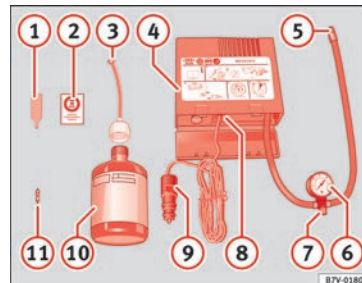

Fig. 48 Representación estándar: contenido del kit anti-pinchazos.
- Desenrosque la caperuza y el obús de la válvula del neumático. Utilice el aparato » fig. 48 ① para extraer el obús. Colóquelo en una superficie limpia.
- Agite con fuerza la botella de sellante de neumáticos » fig. 48 ⑩.
- Enrosque el tubo de inflado » fig. 48 ③ en la botella de sellante. El precinto de la botella se romperá automáticamente.
- Retire el tapón del tubo de llenado » fig. 48 ③ y enrosque el extremo abierto del tubo en la válvula del neumático.
- Vuelva a colocar el obús con el aparato » fig. 48 ① en la válvula del neumático.
- Enrosque el tubo de inflado del neumático del compresor » fig. 48 ⑤ en la válvula del neumático.
- Compruebe que el tornillo de evacuación de aire está cerrado » fig. 48 ⑦.
- Acople el conector » fig. 48 ⑨ a toma de corriente de 12 voltios del vehículo » pág. 129.
- Conecte el compresor de aire con conmutador ON/OFF » fig. 48 ⑧.